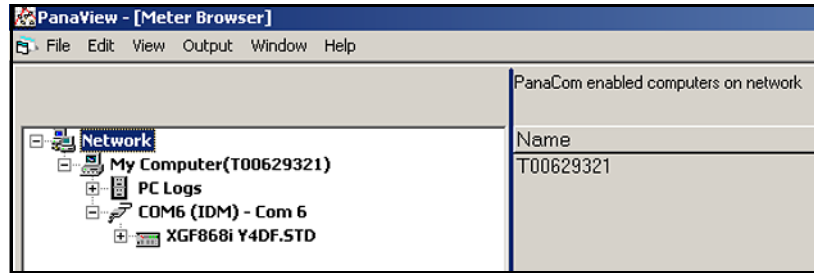

Figura 17: Ventana Text Display
2. Utilice el menú **Window** (Ventana) como se describe en el Manual del usuario de PanaView para organizar las ventanas abiertas en el formato deseado. La Figura 17 muestra la ventana **Text Display** a pantalla completa.
5. Antes de poder visualizar datos reales en el panel de texto, active uno de los siguientes modos de recopilación de datos (consulte la *Figura 17 en la página 54*):